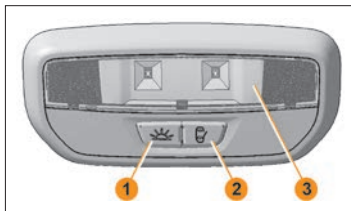

Рис. 1. Плафон освещения заднего ряда сидений
**В варианном исполнении** автомобиль комплектуется плафоном, выполняющим функции дополнительного освещения задней части салона (рис. 1). При нажатии на клавишу с пиктограммой  включается режим общего освеще-